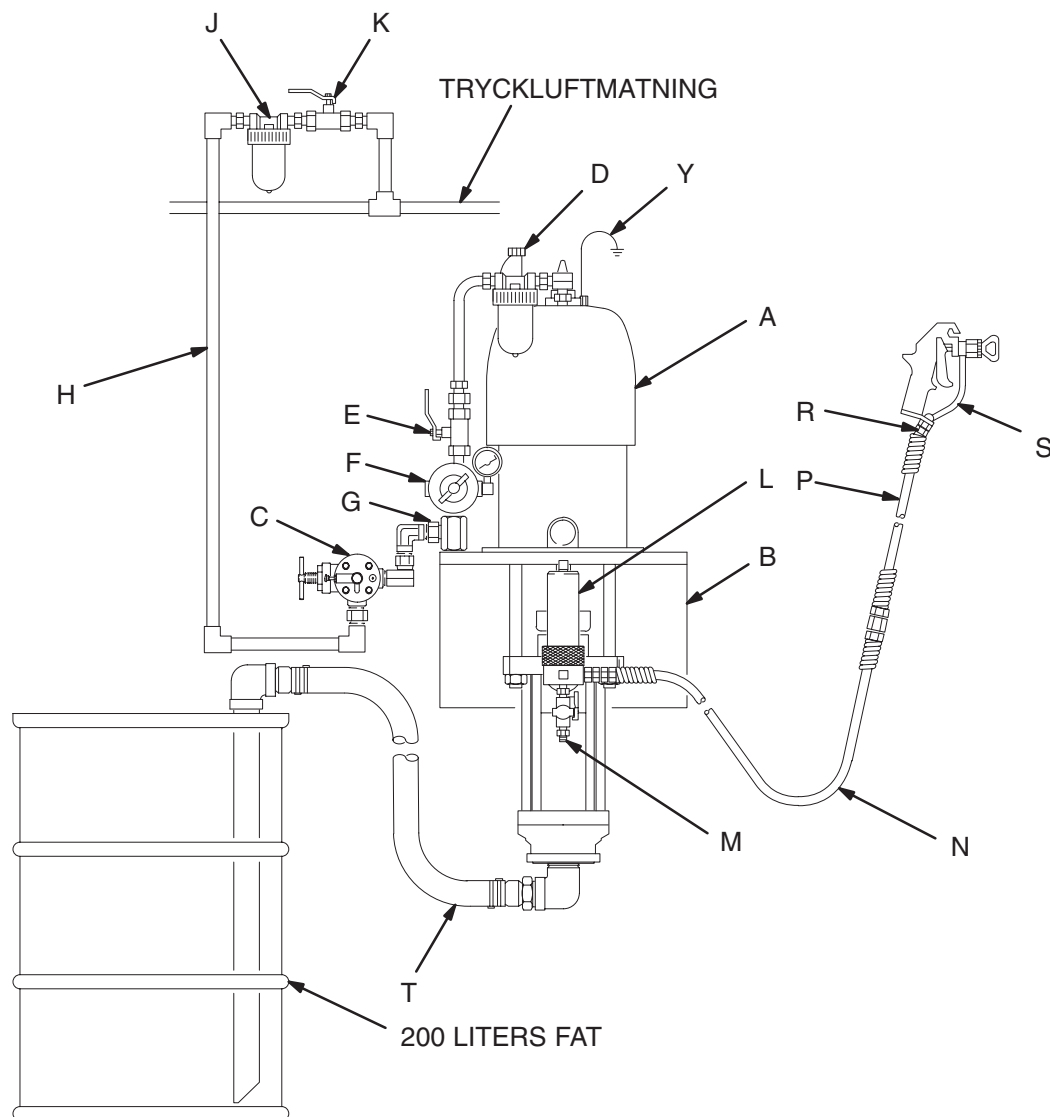

Fig. 3
Fig. 3 är enbart en vägledning vid val och installation av systemkomponenter och tillbehör. Kontakta din Graco-leverantör så får du hjälp med konstruktion av ett system som är anpassat till dina specifika behov.
Montera pumpen (A) så att den passar för planerad installation. Fig. 3 visar ett väggmonterat system. Pumpdimensioner och monteringshålets hålschema finns på sidorna 35 och 36.
Montera följande tillbehör på plats enligt Fig. 3, med användning av adaptrar där så krävs:
- Ett vätskefilter (L) med 60 mesh (250 mikrometer) rostfritt stålelement som filtrerar partiklar ur vätskan när den lämnar pumpen. Filtret inkluderar en **dräneringskran för vätska (M)**, som krävs i systemet för att släppa trycket i slang och pistol (se **VARNINGEN** till vänster).
- En pistol (S) för sprutning av vätskan. Pistolen i Fig. 3 är en högtryckspistol för vätskor med låg till medelhög viskositet.
- En svivelkoppling (R) ger friare pistolrörelser.
- En sugrörsats (T) låter pumpen suga vätska ur ett 200-liters fat.
- **Ett vätskefilter (L)** med 60 mesh (250 mikrometer) rostfritt stålelement som filtrerar partiklar ur vätskan när den lämnar pumpen. Filtret inkluderar en **dräneringskran för vätska (M)**, som krävs i systemet för att släppa trycket i slang och pistol (se **VARNINGEN** till vänster).
- **En pistol (S)** för sprutning av vätskan. Pistolen i Fig. 3 är en högtryckspistol för vätskor med låg till medelhög viskositet.
- **En svivelkoppling (R)** ger friare pistolrörelser.
- **En sugrörsats (T)** låter pumpen suga vätska ur ett 200-liters fat.